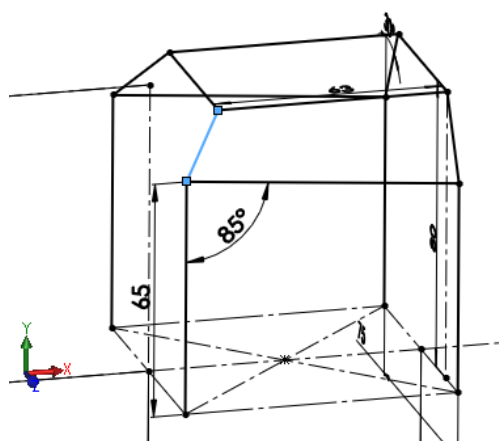

Figura 1.10 - Linha que liga pontos do plano lateral e superior.
2.18. Com a ferramenta linha , ligue os pontos da parte superior à linha vertical de 65, conforme a Figura 1.10.